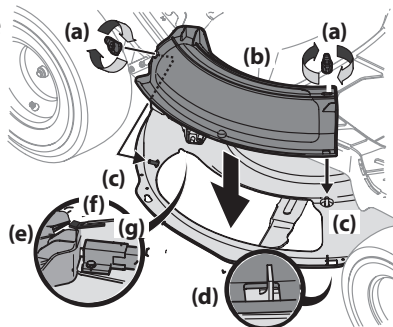

Figure 9
1. Retirez les écrous papillon du plateau de coupe et conservez-les pour utilisation ultérieure. Voir Figure 9.
2. Installez le bouchon de déchetage (b) sur l'orifice d'évacuation du plateau de coupe. L'arrière du bouchon de déchetage (b) doit être glissé sous la languette (f) du support arrière gauche (g). Introduisez les goujons (c) sur la surface du plateau de coupe dans les trous sur la partie supérieure du bouchon de déchetage (b). Introduisez la petite encoche sur le rebord du plateau dans le trou carré sur la partie inférieure du bouchon de déchetage (b). Voir Figure 9.